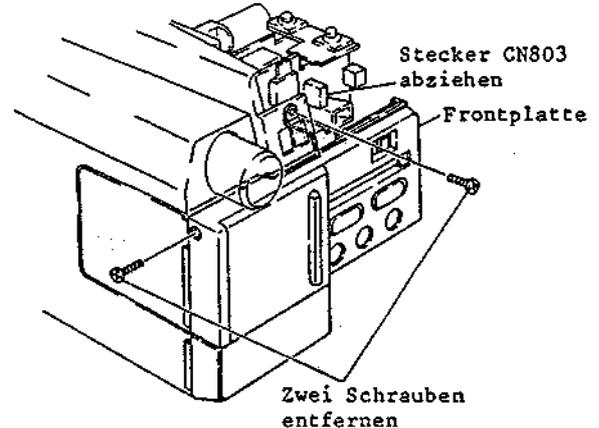

Abb. 2-5 Ausbau der Frontplatte
1-4 Ausbau der Frontplatte (Abb. 2-5)
3. Den Stecker CN803 abziehen (siehe Abb. 2-5).
4. Zwei (2) Befestigungsschrauben der Frontplatte entfernen.
4. Die vordere Abdeckung entfernen (siehe Abb. 2-5).
4. Die Frontplatte ausbauen (siehe Abb. 2-5).